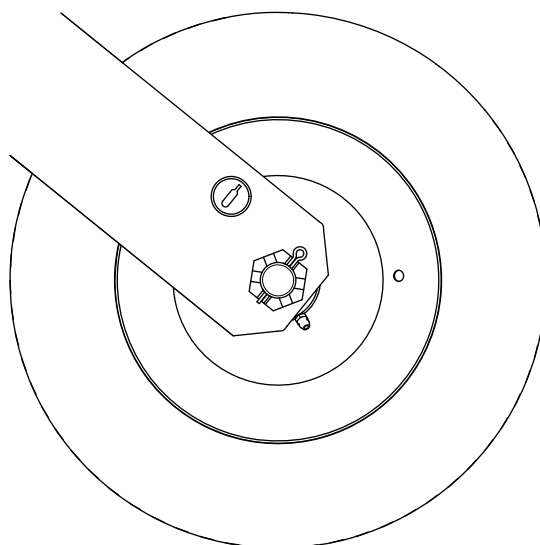

Figura 27
1. Controllate la pressione degli pneumatici (Figura 27).